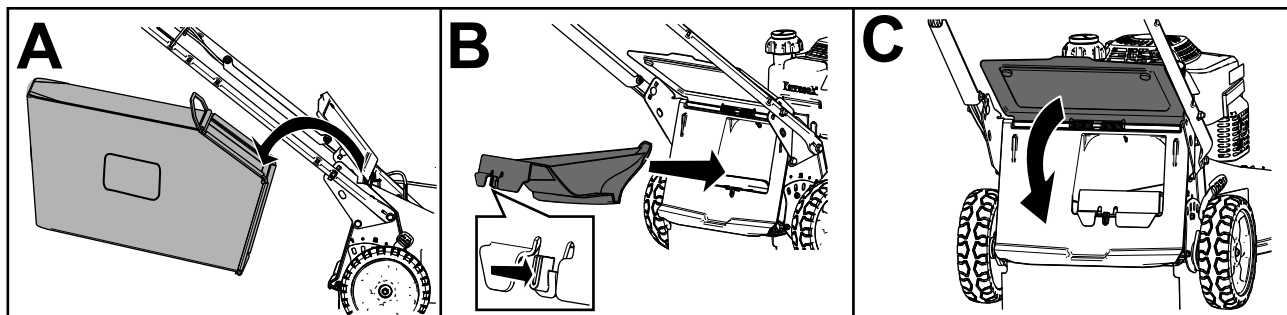

Figure 17
- Si le bac à herbe est installé, déposez-le; (A de Figure 17).
- Si l'obturateur d'éjection arrière n'est pas installé, saisissez-le par la poignée, relevez le volet arrière et insérez l'obturateur dans la goulotte d'éjection arrière jusqu'à ce que le dispositif de verrouillage s'enclenche en position (B de Figure 17).
3. Sortez la tige du bac à herbe des crans à la base du guidon (A de Figure 17).
4. Installez l'obturateur d'éjection (B de Figure 17).
5. Abaissez le déflecteur arrière (C de Figure 17).